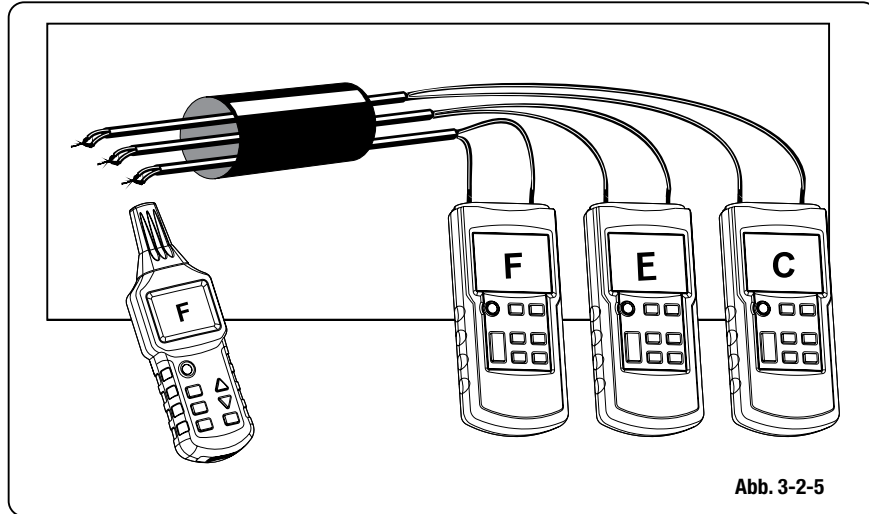

Abb. 3-2-5
- > Schließen Sie den Transmitter wie in Abb. 3-2-5 dargestellt an.